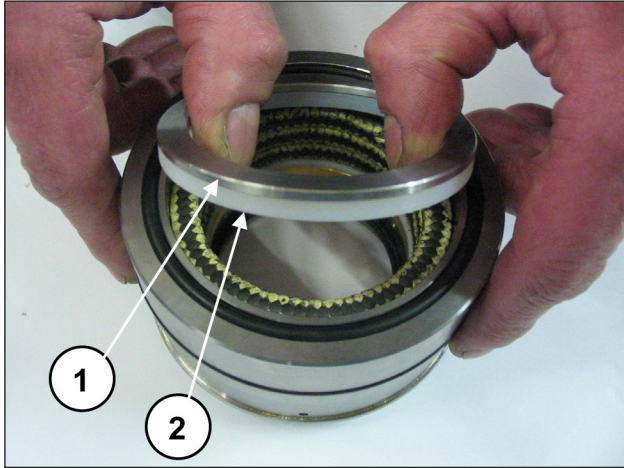
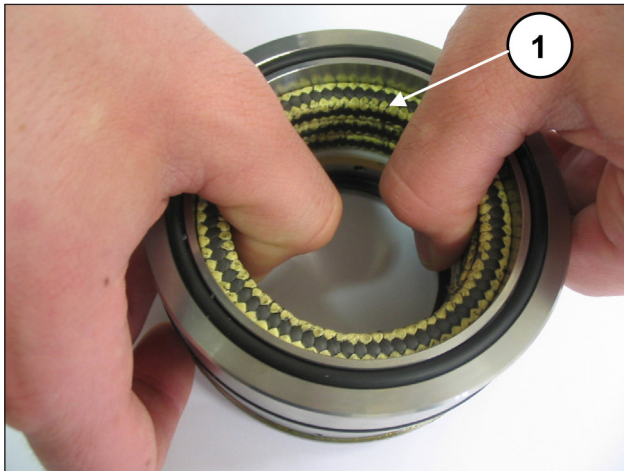

Fig. 197
Fig. 198
Separe o suporte das juntas da camisa, retire o anel para mola e o anel de raspagem (pos. ① ②, Fig. 197) para ter acesso às juntas de pressão (pos. ①, Fig. 198).